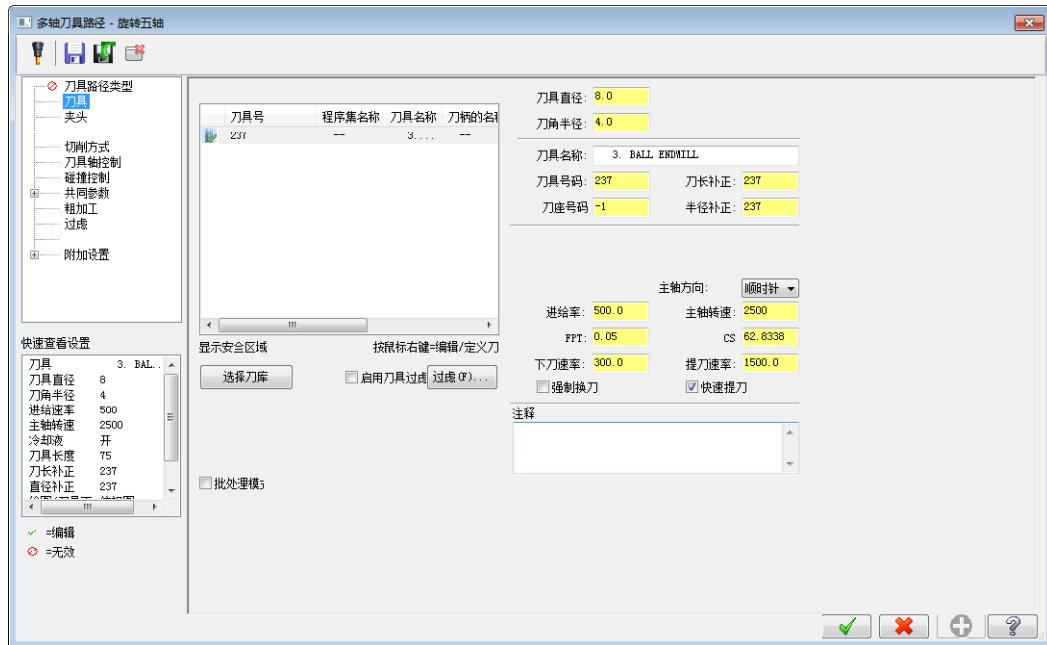

图 11-38 设置刀具路径参数
- 05 设置刀具路径参数。在“多轴刀具路径”对话框中单击 按钮，选取一把直径为 8mm 的球刀，设置进给率为 500，下刀速率为 300，主轴转速为 2500，提刀速率为 1500，如图 11-38 所示。